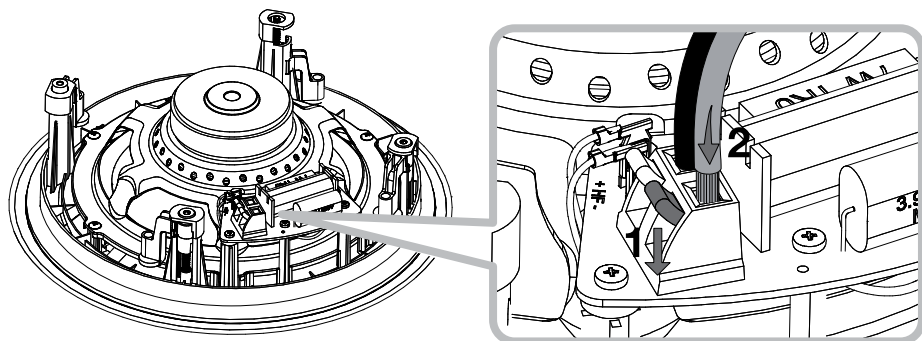

図3
**4.3** 次に、スピーカーケーブルをバツルの側面にあるスプリング端子に接続します。スピーカーを正しい極に接続するようにしてください。つまり、アンプのプラス電極に接続したケーブルは、フレームの赤いスプリング端子に、同様に、アンプのマイナス電極に接続したケーブルは、フレームの黒いスプリング端子に接続してください。ケーブルの接続については図3をご覧ください。